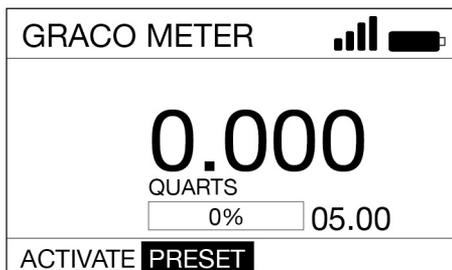

FIG. 32
3. Use a SETA DIREITA para destacar PRESET (H) na tela. Pressione o botão central ENTER para selecionar PRESET (FIG. 32).